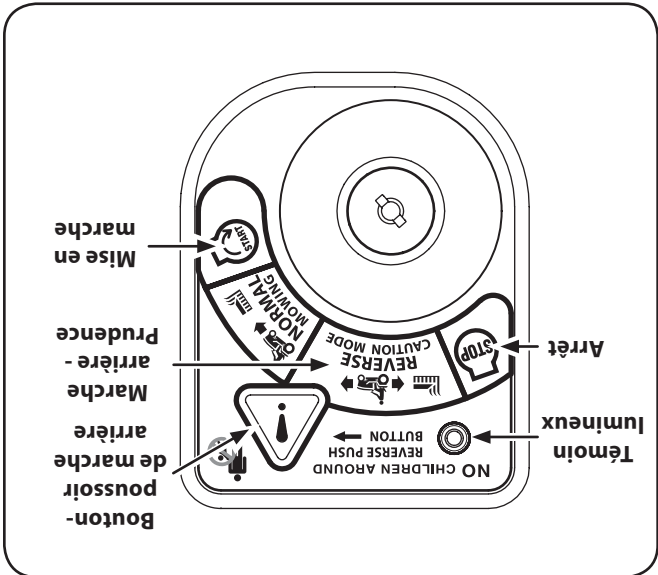

Figure 5-2
3. Appuyez sur le BOUTON-POUSSOIR DE MARCHÉ ARRIÈRE (Bouton triangulaire orange) dans le coin supérieur droit du module d'allumage. Le témoin lumineux rouge dans le coin supérieur gauche s'allume quand la marche arrière est embrayée. Voir la Figure 5-2.